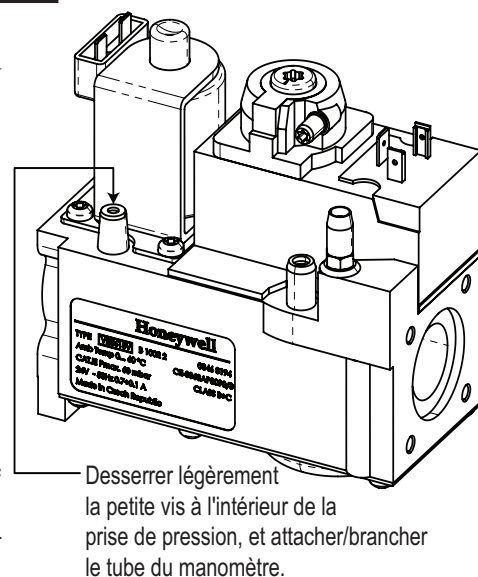

Figure 14.
Installer un collecteur de sédiments et un raccord union à l'extérieur des panneaux du chauffe-eau conformément aux exigences des *Codes standard européens de bonne pratique*. Ne pas utiliser un robinet de gaz restrictif. Le collecteur de sédiments doit être soit un raccord en T avec un raccord fileté doté d'un couvercle amovible dans la sortie du bas pour le nettoyage, tel qu'illustré dans la figure 14 ; soit un autre dispositif à l'efficacité anti-sédiments reconnue. Toute installation de conduite de gaz doit être vérifiée, afin de s'assurer de sa conformité aux codes locaux.
- 2 Desserrer la petite vis à l'intérieur de la prise de pression tel qu'illustré à la figure 14.
Cet appareil est équipé d'une soupape de commande de gaz non conventionnelle, prérégulée en usine pour une pression d'admission de $1,1 \pm 0,5$ mbar. L'installation et l'entretien doivent être assurés par un technicien qualifié, par une agence d'entretien ou par la compagnie du gaz. En cas de remplacement, s'assurer que la soupape est remplacée par une identique. La soupape de gaz multifonction est dotée de soupapes d'arrêt double et d'un régulateur de pression négative. Pour un fonctionnement adéquat, la pression régulée à la sortie du collecteur de la soupape doit être de $1,1 \pm 0,5$ mbar en dessous de la pression référencée à l'entrée du mélangeur et de la soufflerie, et le robinet de la soupape de gaz « VENT » doit être raccordé au couvercle de l'orifice d'air, tel qu'illustré dans la figure 14. **NE PAS essayer d'ajuster le débit du gaz en modifiant le réglage du régulateur. Le réglage approprié du régulateur de gaz est requis, afin de maintenir une combustion adéquate et NE DOIT PAS être modifié.**